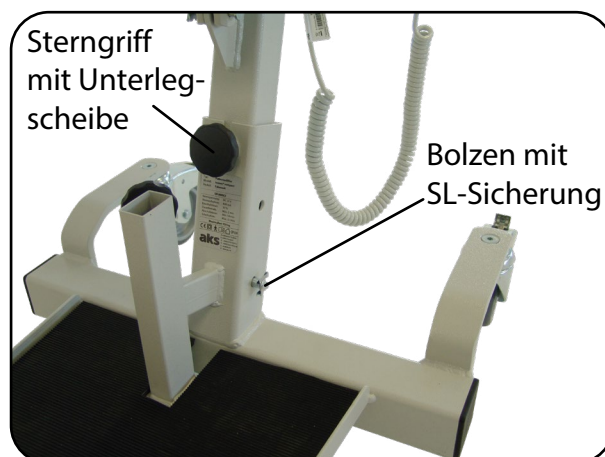
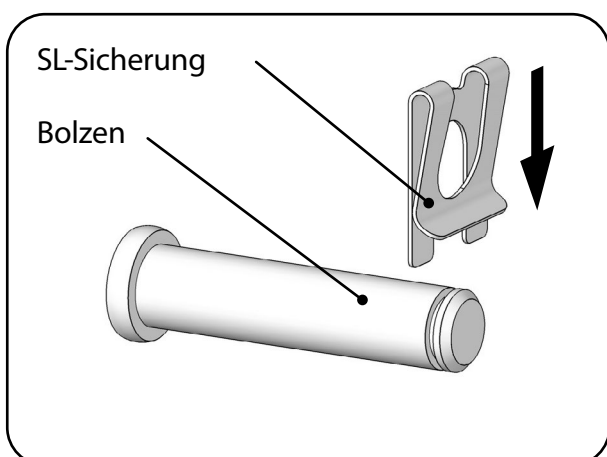

Abb. 6.2.04 – Standmast in Standmastaufnahme gesichert
Abb. 6.2.05 – Montage der SL-Sicherung am Bolzen
- Sichern Sie den Bolzen mit der SL-Sicherung (Abb. 6.2.04). Schieben Sie hierzu die SL-Sicherung in die Nut am Ende des Bolzens (Abb. 6.2.05). Dabei gleitet das gebogene Ende der Lasche über die Fase des Bolzens.
- Schrauben Sie den Sterngriff mit Unterlegscheibe ein und ziehen Sie diesen handfest an (Abb. 6.2.04).